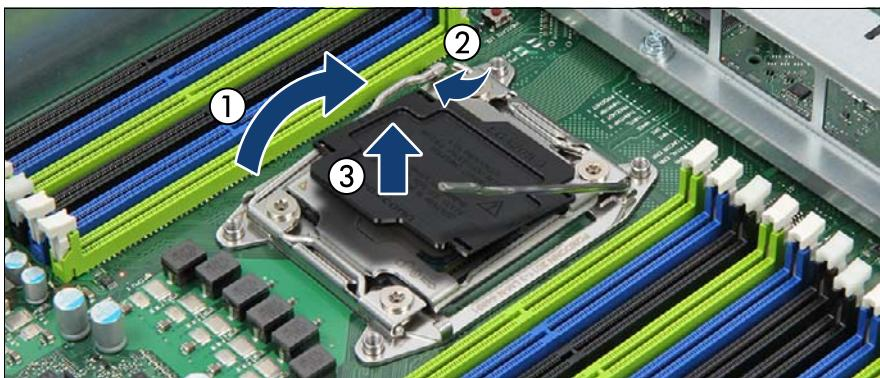

図 271: ソケットリリースレバーを閉じてソケット保護カバーを取り外す
- ▶ *Close 1st* と印の付いたソケットリリースレバーを閉じ、ロードプレート保持タブの下に掛けます（図 271 を参照）。